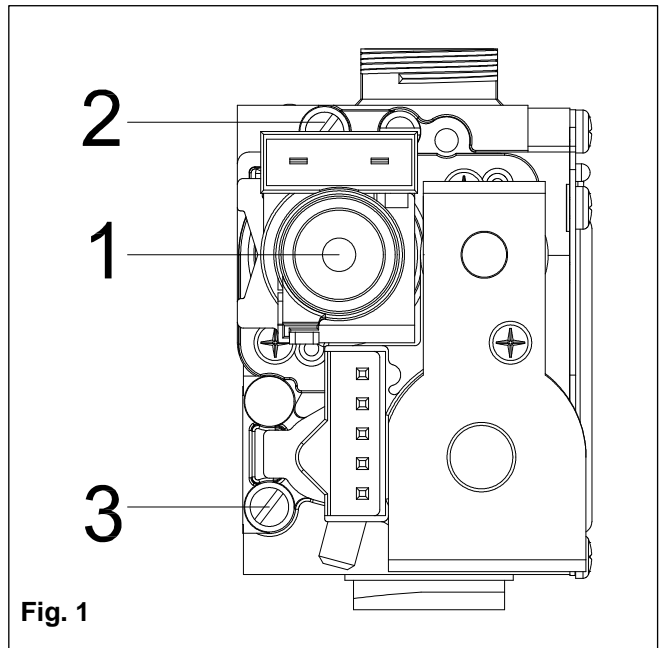

Fig. 1
- allentare la vite e inserire un manometro nella presa di pressione '2' della valvola gas (fig. 1);
- finita l'operazione di regolazione, premere il pulsante , per selezionare la modalità OFF visualizzata con il simbolo , chiudere il rubinetto del gas e togliere il manometro dalla presa di pressione '2' della valvola gas (fig. 1). **Serrare la vite accertandosi che non vi sia perdita di gas.**